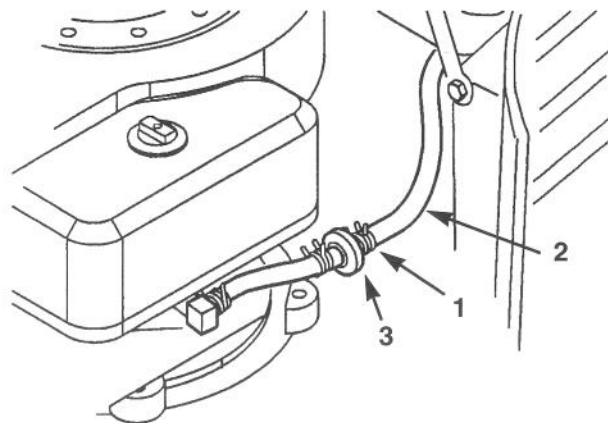

Bild 24
3. Die Enden der Schlauchklemme zusammendrücken und auf die Kraftstoffleitung in Richtung Kraftstofftank aufziehen (Bild 24).
4. Die Kraftstoffleitung vom Filter abziehen (Bild 24) und das Benzin in einen Benzinkanister oder eine Auffangwanne ablaufen lassen.
Der Kraftstofffilter (Bild 24) läßt sich am besten bei leerem Tank auswechseln. Nie verschmutzte Kraftstofffilter nach Entfernung von der Leitung montieren.
3. Die Enden der Schlauchschellen zusammendrücken und vom Filter abschieben (Bild 24).